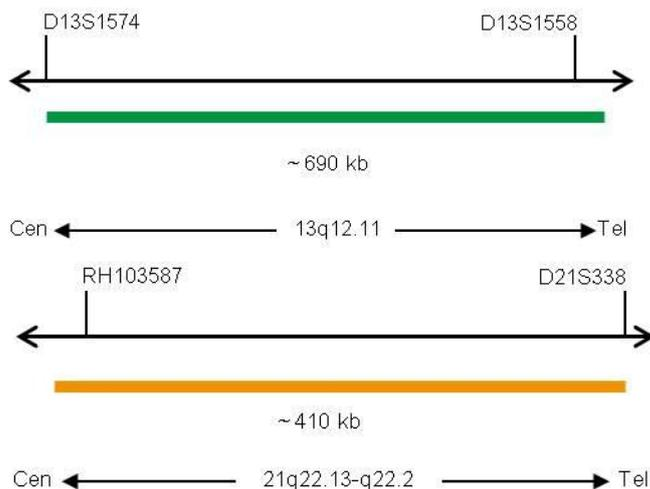

Abb. 2: Oben: SPEC 13q12.11 Sondenlokalisierung; Unten: SPEC 21q22.13-q22.2 Sondenlokalisierung (nicht maßstabsgetreu)
- ZyGreen (Anregung 503 nm/Emission 528 nm) markierten Polynukleotiden (~10,0 ng/μl), die gegen Sequenzen in 13q12.11* (chr13:20,200,365-20,892,494) gerichtet sind (siehe Abb. 2).
- ZyOrange (Anregung 547 nm/Emission 572 nm) markierten Polynukleotiden (~4,5 ng/μl), die gegen Sequenzen in 21q22.13-q22.2* (chr21:39,372,983-39,784,773) gerichtet sind (siehe Abb. 2).